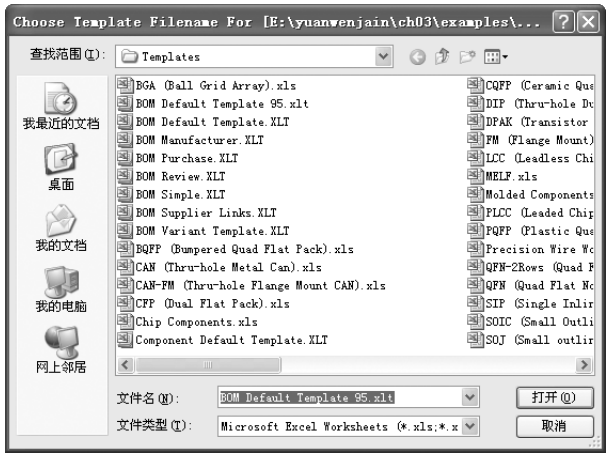

图 4-27 选择元件报表模板文件
3) 在元件报表对话框中，单击按钮，在“X:\Program Files\AD 14\Template”目录下，选择系统自带的元件报表模板文件“BOM Default Template.XLT”，如图 4-27 所示。